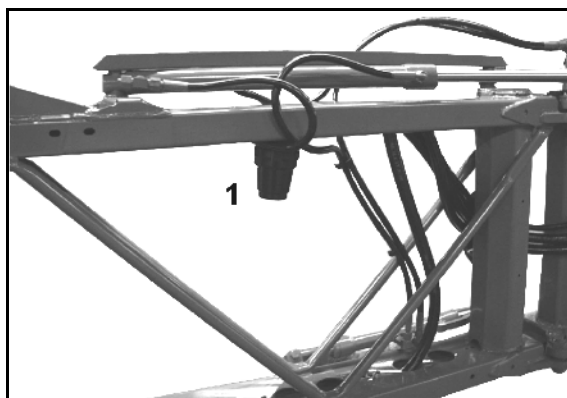

Fig. 202
2. Desfaceți șuruburile (Fig. 202/1).
3. Scoateți capacul ventilului (Fig. 202/2).
4. Verificați membrana pistonului (Fig. 202/4) și inelul conic (Fig. 202/5).
1. Desfaceți șurubul (Fig. 202/3) și scoateți membrana pistonului (Fig. 202/4) împreună cu șaiba de fixare a pistonului.